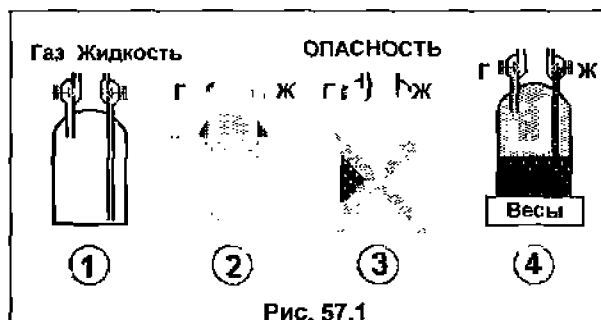

Рис. 57.1
**На фиг.1** рис. 57.1 изображен баллон для хладагента в состоянии поставки.
**Фиг.4** Поэтому любая операция по сливу хладагента в баллон требует предварительного знания (или оценки) массы хладагента, содержащегося в установке, с целью подбора одного или нескольких баллонов для слива, приспособленных для данного хладагента и имеющих достаточный объем. Использование весов (см. фиг.4 на рис. 57.1) необходимо, чтобы максимальная масса хладагента в баллоне не превышала допустимого значения в зависимости от ее объема. Например, для обычных CFC сливной баллон полезным объемом 12 литров может содержать максимум 12,5 кг хладагента (баллон на 27 литров вмещает 24 кг, на 88л - 86 кг).